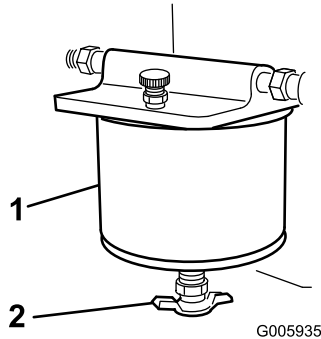

図 12
3. ドレンバルブを開いてフィルタに溜まっている水を抜く（図 12）